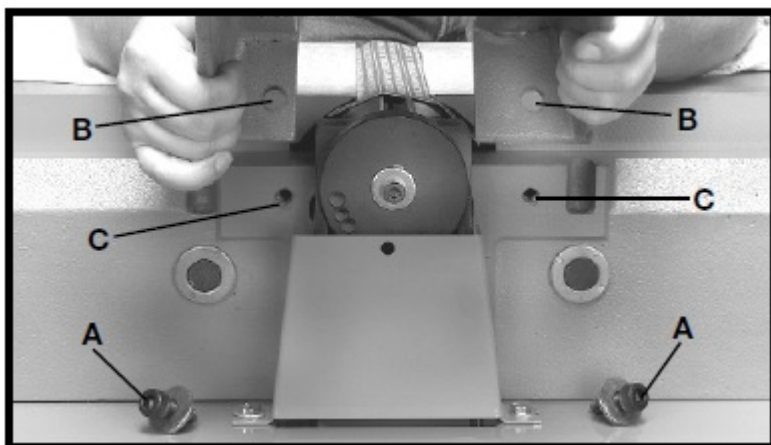

Рис. 11
1. Вывернуть два винта с шестигранным шлицем М10 х 1,5 – 30 (А), рис. 11, и снять плоские шайбы 10 мм с задней части основания фуговального станка в позиции (С).
2. Совместить два отверстия (В), рис. 11, в узле каретки параллельного упора с двумя резьбовыми отверстиями (С) в задней части основания фуговального станка. Вставить винт с шестигранным шлицем М10 х 1,5 – 30 с плоской шайбой 10 мм в отверстие узла каретки параллельного упора и ввернуть винт в резьбовое отверстие в задней части основания фуговального станка. Повторить данную операцию в другом отверстии узла каретки параллельного упора и резьбового отверстия в основании фуговального станка. **ПРИМЕЧАНИЕ: ВЕРХНЯЯ ПОВЕРХНОСТЬ (D), РИС. 12, УЗЛА КАРЕТКИ ПАРАЛЛЕЛЬНОГО УПОРА ДОЛЖНА БЫТЬ НА ОДНОМ УРОВНЕ С ВЕРХНЕЙ ПОВЕРХНОСТИ (Е) ВЫВОДНОГО СТОЛА.** После выравнивания узла каретки параллельного упора с выводным столом надёжно затянуть два винта (А), рис. 11, шестигранным ключом 8 мм.